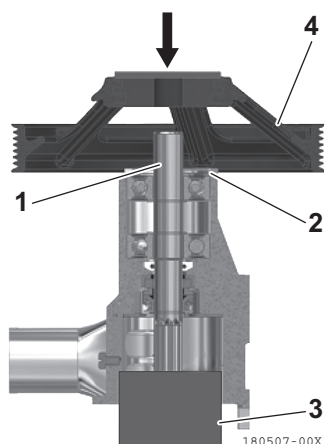

Abbildung 19
6. Setzen Sie den neuen Wellen-Satz (**Abbildung 19, (1)**) in die Seewasserpumpe ein und montieren Sie den Sicherungsring (**Abbildung 19, (2)**).
8. Setzen Sie die Seewasserpumpe auf die Auflage (**Abbildung 19, (3)**), die das Wellenende abstützt.
9. Pressen Sie die Riemenscheibe (**Abbildung 19, (4)**) von oben auf.